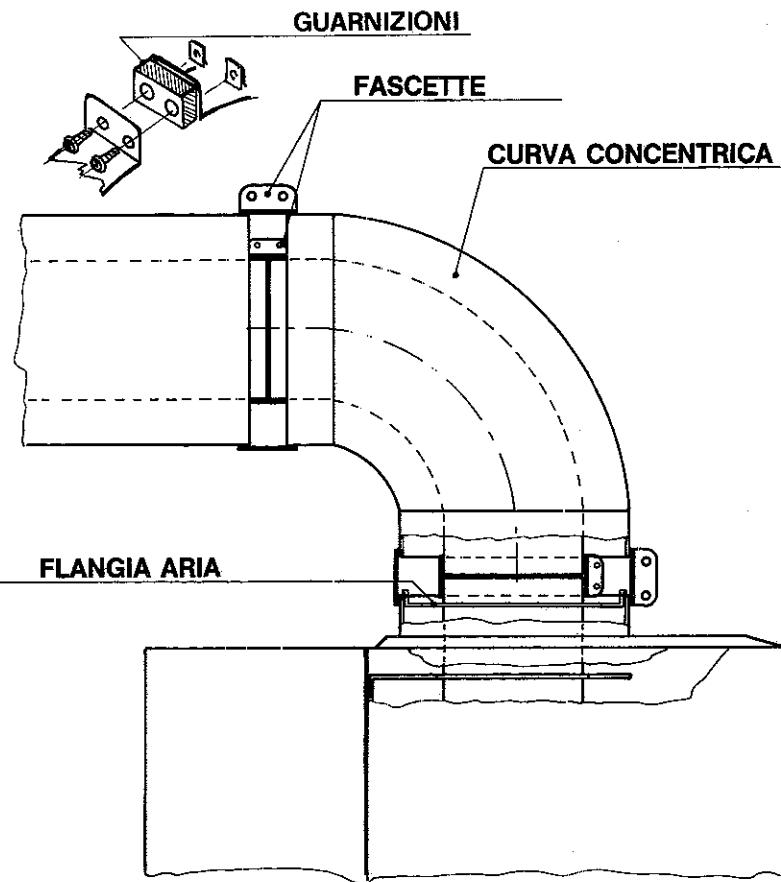

Fig. 6
**ATTENZIONE:** Per l'installazione con tubi di lunghezza maggiore di 1 metro, eliminare la flangia in lamiera, alloggiata nel bocchello di aspirazione aria calda della caldaia (Fig. 6).